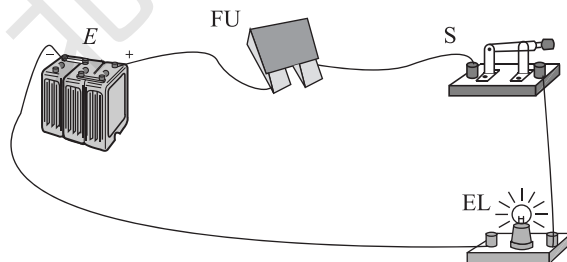

图 1-7 开关 S 闭合后的电路工作状态
(2) 线路连接检验
① 开关 S 闭合，灯泡 EL 亮，如图 1-7 所示。